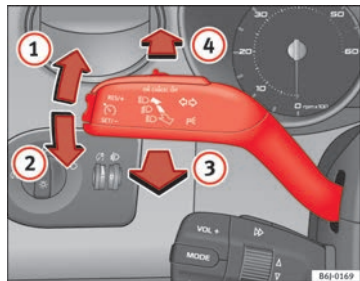

Fig. 60 Leva degli indicatori di direzione e degli abbaglianti
- Spingere la leva verso l'alto (fino al riscontro) ⇒ fig. 60 ① se si vuole mettere la freccia **a destra**; verso il basso ② invece, per mettere la freccia **a sinistra**.
- Per accendere gli abbaglianti si deve spingere in avanti la leva ⇒ fig. 60 ④.